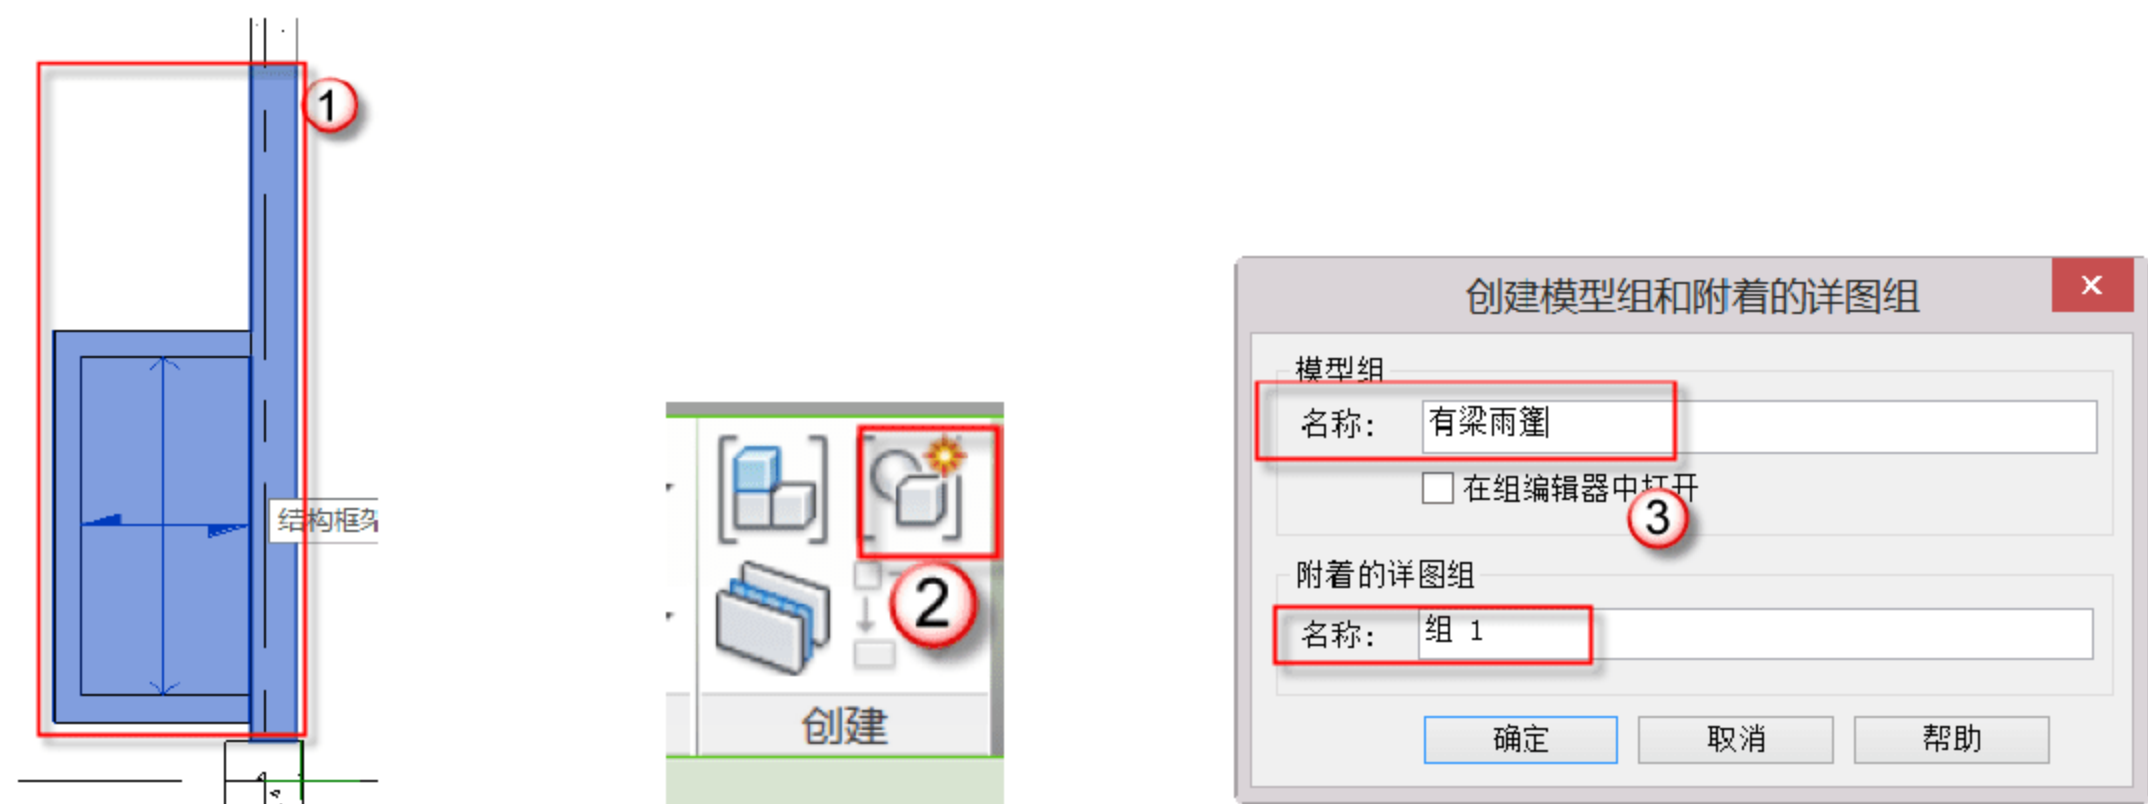
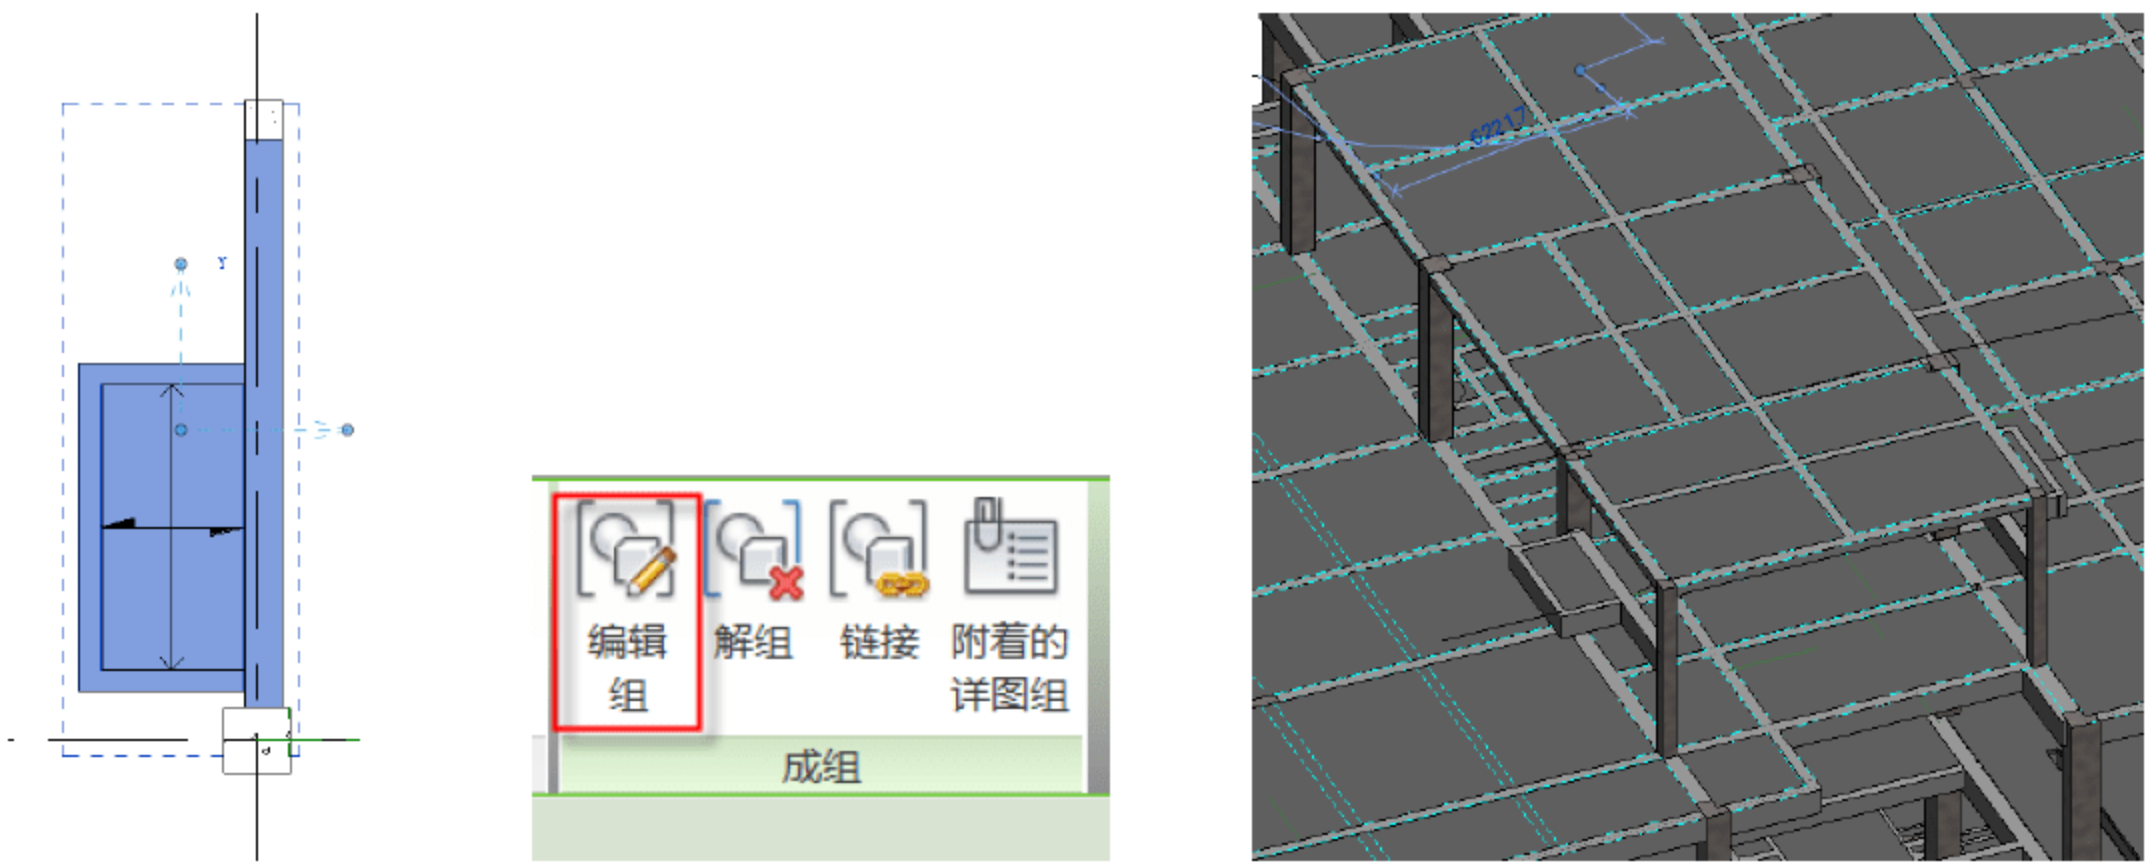

图 5.3.17 选择有梁雨蓬      图 5.3.18 选择“创建组”命令      图 5.3.19 修改组名称
图 5.3.20 “有梁雨蓬”组      图 5.3.21 编辑组      图 5.3.22 有梁雨蓬 3D 图
(11) 创建“有梁雨蓬”组。选择已绘制好的“有梁雨蓬”，如图 5.3.17 所示，选择“创建”中的“创建组”命令，如图 5.3.18 所示，在弹出的对话框中将模型组名称与附着的详图组名称均改为“有梁雨蓬”，如图 5.3.19 所示，则“有梁雨蓬”组绘制完成，如图 5.3.20 所示。